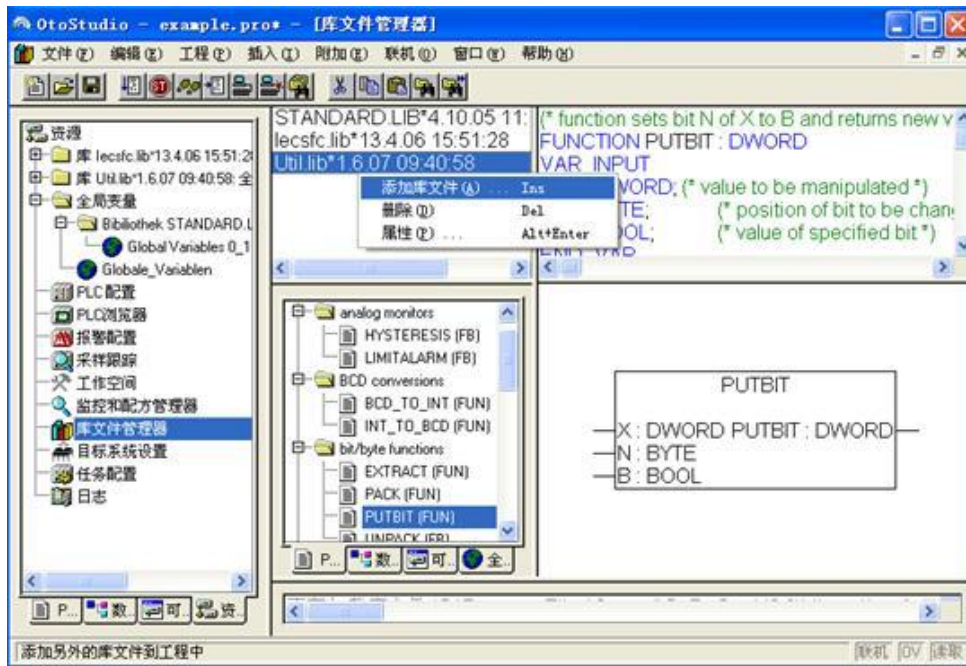

图 32 添加库文件
5、添加功能库:项目创建后会添加基本运动库 GUC-X00-TPX.lib，而对于 EtherCAT 控制器一般也会用到 CPAC GUC-X00-TPX ECAT.lib 库，其它库根据需要添加；添加库的方法，选择资源->库文件管理器->在右侧现有库窗口击右键选择相应的库文件，如图 32：